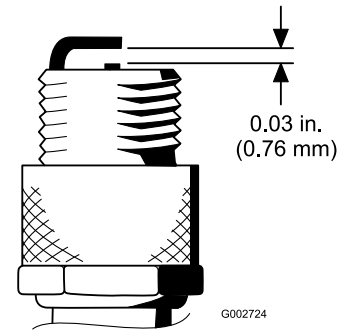

Figura 28
4. Ajuste a folga existente entre a zona central e lateral do eléctrodo para 0,76 mm (Figura 28). Monte a vela com a folga correcta com o vedante e aperte-a com uma força de 23 Nm. Se não utilizar uma chave de aperto, aperte bem a vela.